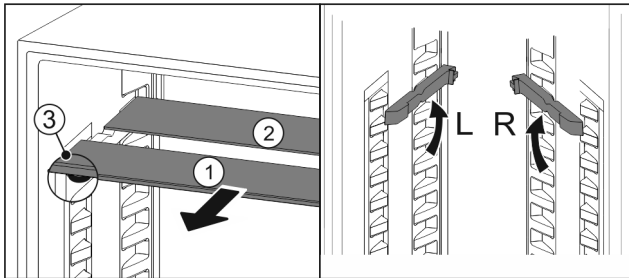

Fig. 117
- ▶ Glasplaten afzonderlijk vanaf de voorkant eruit trekken Fig. 117 (1).
- ▷ Glasplaat Fig. 117 (1) met sierlijst licht voor.
- ▷ Stops Fig. 117 (3) zijn naar onder gericht.